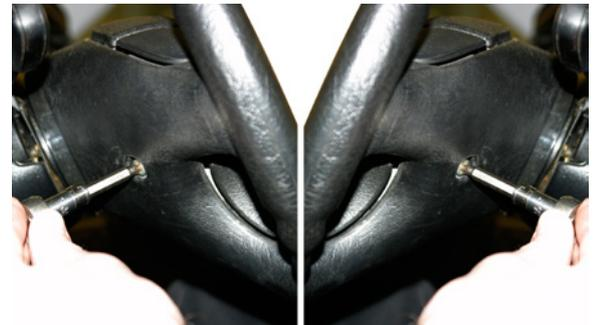

Abb.1
4. Lenkrad in Geradeausstellung bringen und beide Schrauben des Airbags wie in Abb.1 dargestellt komplett lösen.